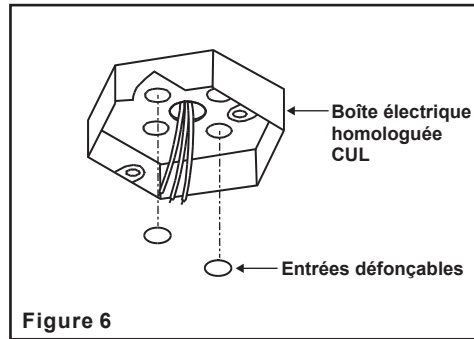

Figure 6
Étape 3. Retirez deux entrées défonçables du boîtier électrique pour exposer la solive. (Fig. 6.)